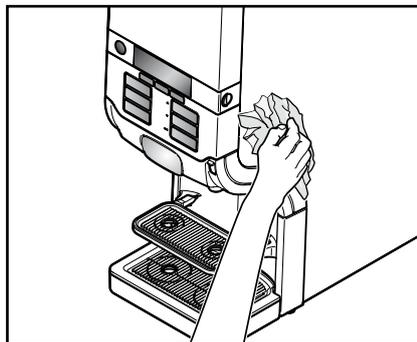

図28
6. 湿らせた清潔な布で、装置の外면을拭いてください (図28)。